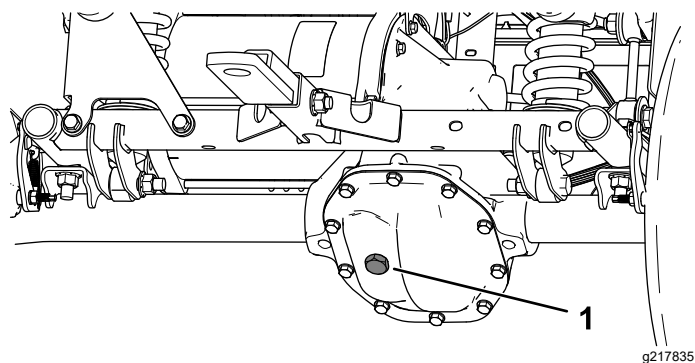

图 47
4. 卸下驱动桥上的加注塞图 47。
5. 如果液位过低应卸下加注塞添加指定液体直至其溢出加注孔图 47。
4. 取下驱动桥上的加注塞并向驱动桥加注指定液体直至溢出加注孔图 47。